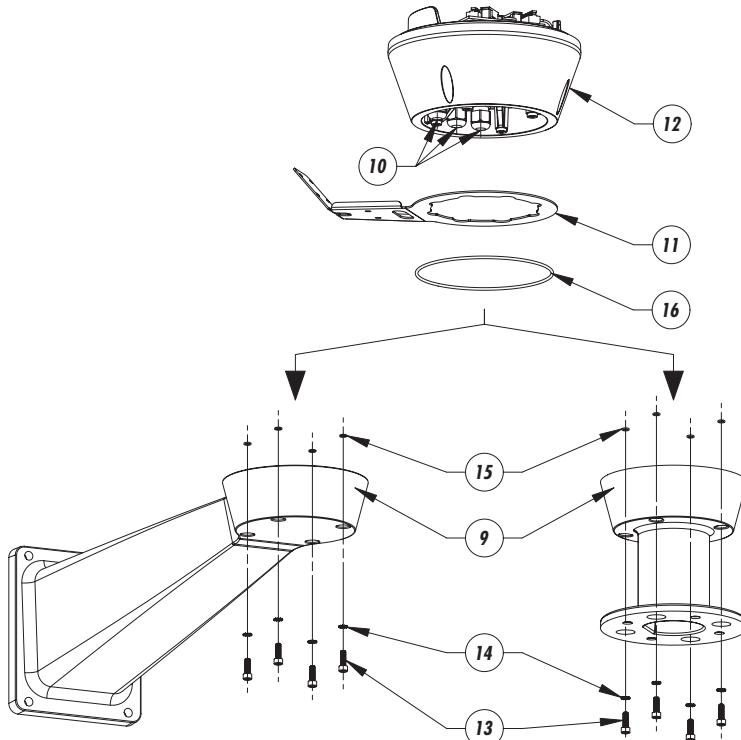
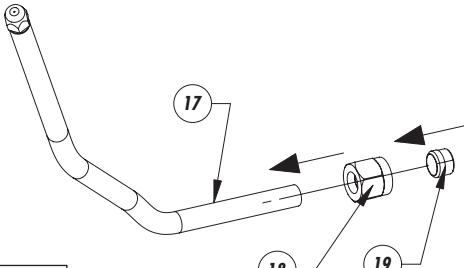
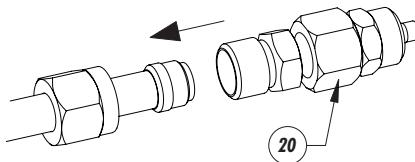

Fig. 6
Fig. 7
Fig. 8
⚠ Per fissare (Fig. 6) la base al supporto utilizzare le nuove viti in dotazione (13) e controllare che siano presenti le rondelle (14), le garniture per viti (15) e la gomma (16).
- Dopo aver fissato il supporto (9, staffa o supporto a colonna), posizionare il sostegno tubo lavavetro (11) nella posizione desiderata come in Fig. 6.
- Introdurre i cavi all'interno dei pressacavi (10) e tenendo la base (12) a circa 20 cm dal supporto serrare i pressacavi.
- Fissare la base sul supporto utilizzando le nuove viti in dotazione (13).
- Una volta fissata la base al supporto, accorciare (Fig. 7) il tubo del lavavetro (17) secondo necessità e fissarlo al raccordo nel seguente modo: svitare il dalo (18) dal raccordo, inserirlo nel tubo e inserire l'estremità del tubo sull'ogiva (19). Serrare (Fig. 8) il dalo al raccordo (20).
⚠ To attach the base to the support (Fig. 6) use the new screws provided (13) and make sure the washers (14) are present, as well as the screw seals (15) and the gasket (16).
- After attaching the support (9, bracket or column support), position the washer pipe support in the desired position as in Fig. 6.
- Insert the cable in the cable glands (10) and, keeping the base (12) at about 20 cm from the support, lock the cable glands.
- Attach the base to the support using the new screws supplied (13).
- When you have attached the base to the support, shorten (Fig. 7) the washer pipe (17) as required and attach it to the coupling as follows: undo the nut (18) from the coupling, insert it into the pipe and insert the end of the pipe on the nosecap (19). Lock (Fig. 8) the nut to the coupling (20).
⚠ Pour fixer (Fig. 6) la base au support, utiliser les nouvelles vis fournies (13) et contrôler la présence des rondelles (14), des garnitures vis (15) et de la garniture (16).
- Après avoir fixé le support (9, bride ou support à colonne), positionner le support tube lave-vitre (11) en position désirée comme sur la Fig. 6.
- Introduire les câbles à l'intérieur des presse-câbles (10) en tenant la base (12) à environ 20 cm du support et serrer les presse-câbles.
- Fixer la base sur le support au moyen des nouvelles vis fournies (13).
- Après avoir fixé la base au support, raccourcir (Fig. 7) le tube du lave-vitre (17) selon les nécessités et le fixer au raccord de la façon suivante : desserrer l'écrou (18) du raccord, l'insérer dans le tube et introduire l'extrémité du tube sur l'ogive (19). Serrer (Fig. 8) l'écrou au raccord (20).
⚠ Zur Fixierung (Fig. 6) der Basis an der Halterung verwenden Sie bitte die neuen Schrauben aus dem Lieferumfang (13) und kontrollieren Sie, ob die Unterlegscheiben (14), die Schraubendichtungen (15) und die Dichtung (16) vorhanden sind.
- Nach der Befestigung der Halterung (9, Bügel oder Haltesäule) die Stütze des Scheibenwaschschlauches (11) an der gewünschten Stelle positionieren, siehe Fig. 6.
- Die Kabel in die Kabelklemmen (10) einführen und die Basis (12) ungefähr 20 cm von der Halterung entfernt festhalten. Gleichzeitig die Kabelklemmen festziehen.
- Die Basis mit den neuen, im Lieferumfang enthaltenen Schrauben (13) auf der Halterung fixieren.
- Wenn die Basis an der Halterung befestigt ist, die Leitung der Scheibenwaschanlage (17) nach Bedarf kürzen (Fig. 7) und folgendermaßen am Anschluß festmachen: Die Mutter (18) vom Anschlußstück schrauben, dieses in das Rohr einführen und das Leitungsende auf den Dichtkegel (17) setzen. Die Mutter auf dem Anschlußstück (20) festschrauben (Fig. 8).